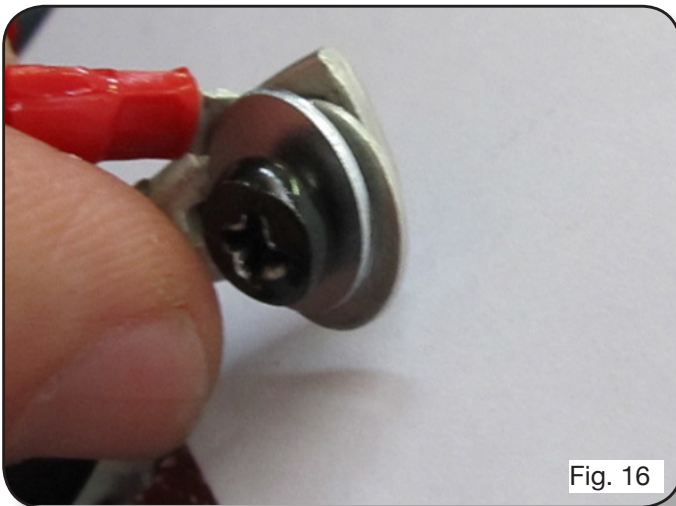

Fig. 16
- Enchufar el terminal corvado M5 presente en el extremo del cable rojo de la conexión 2 al tornillo marcado FISS2 en la tarjeta 5602392 interponiendo la arandela de latón presente en el kit como se muestra en la fig. 16